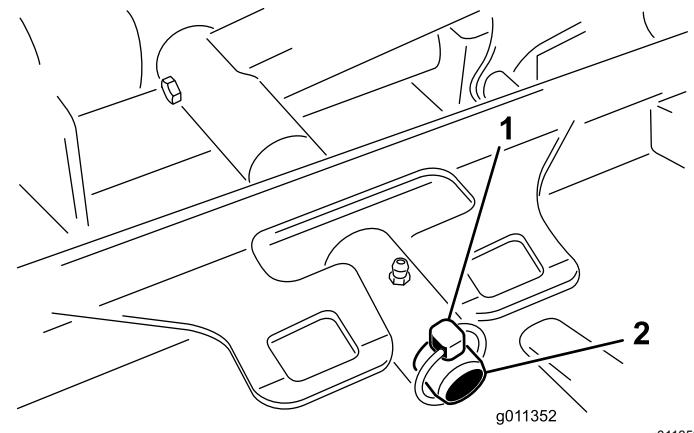

Bild 80
3. Entfernen Sie den Klappstecker (für Groundsmaster 4500-Maschinen) oder die Befestigungsmutter (für Groundsmaster 4700-Maschinen), mit dem bzw. der der Mähwerkträgerrahmen am Lagerbolzen des Hubarms befestigt ist (Bild 80).
2. Schieben Sie den Trägerrahmen des Mähwerks auf den Lagerbolzen des Hubarms (Bild 80). Befestigen Sie das Mähwerk mit dem Klappstecker (für Groundsmaster 4500-Maschinen) oder der Befestigungsmutter (für Groundsmaster 4700-Maschinen) am Lagerbolzen.